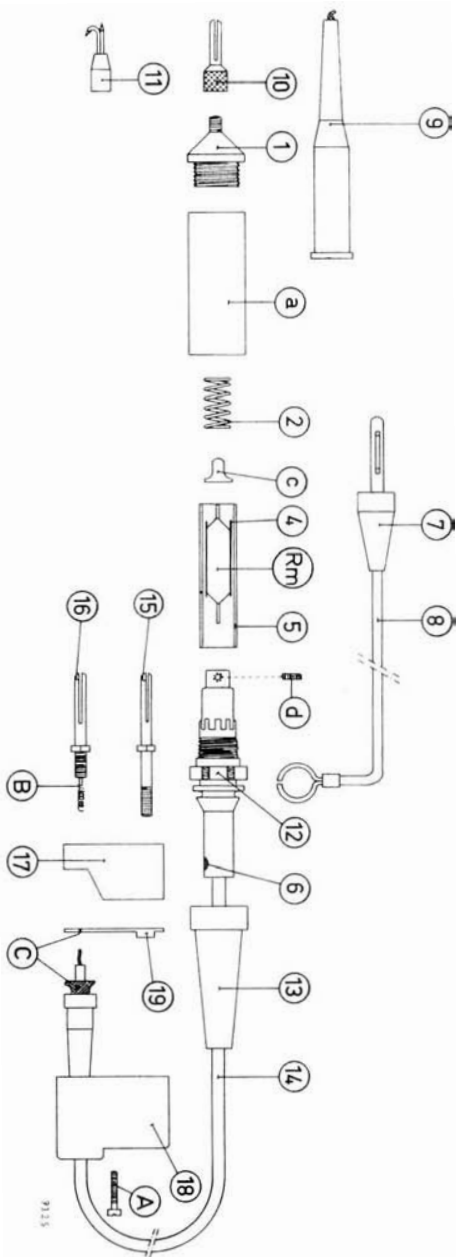

Bild 22. Demontage des Gleichspannungs-Messkopfes
a. Ersatz von Einzelteilen (Bild 22)
1. *An* der Seite des Messkopfes (Bild 22)
2. *An* der Seite des Steckers (Bild 22)